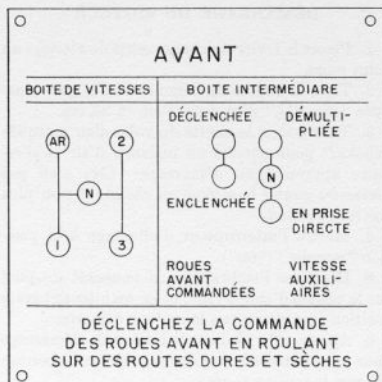

FIGURE 2.—Instructions d'utilisation de la boîte de vitesse et de la boîte auxiliaire.
Pour déclencher la commande des deux ponts, en vue de l'utilisation de la prise de force extérieure, le 1er et le 3ème levier doivent être mis dans la position N (point mort), figure 2.
5. Pour éviter les projections d'eau par le ventilateur sur le moteur, en traversant des rivières, tirer vers le haut la poignée du support de dynamo et enlever la courroie. Après le passage de la rivière, remonter la courroie aussitôt que possible et tirer la dynamo pour la remettre en place où elle sera verrouillée automatiquement par un ressort. (Voir fig. 2, du chapitre "Dispositif de refroidissement.")
2. Mettre le levier de changement de vitesses vers le conducteur et en arrière pour engager la première vitesse (voir fig. 2).